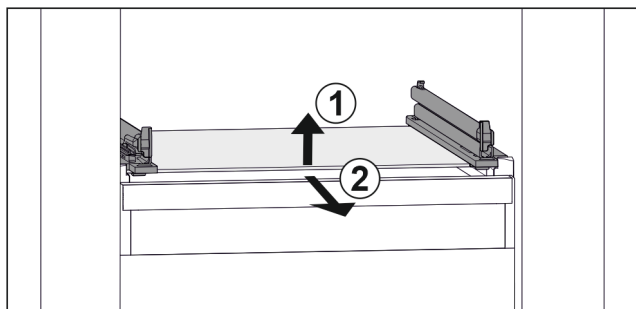

Fig. 140 Primjerni prikaz staklene ploče
- ▶ Staklenu ploču podignite sprijeda. *Fig. 140 (1)*
- ▶ Izvadite staklenu ploču prema naprijed. *Fig. 140 (2)*